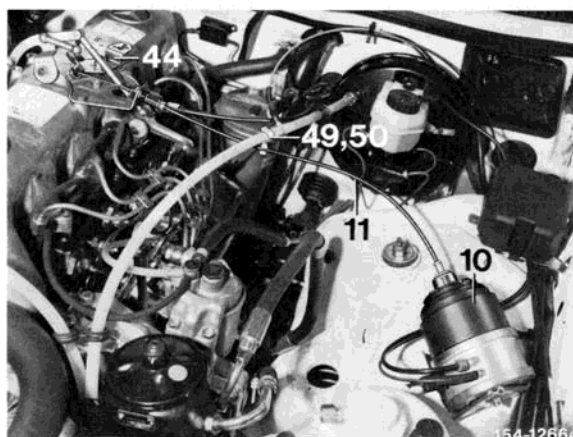

Bild 8
27 Seilzug (11) vom Regelgerät (10) zur Regulierung verlegen und anschließen (Bild 8).